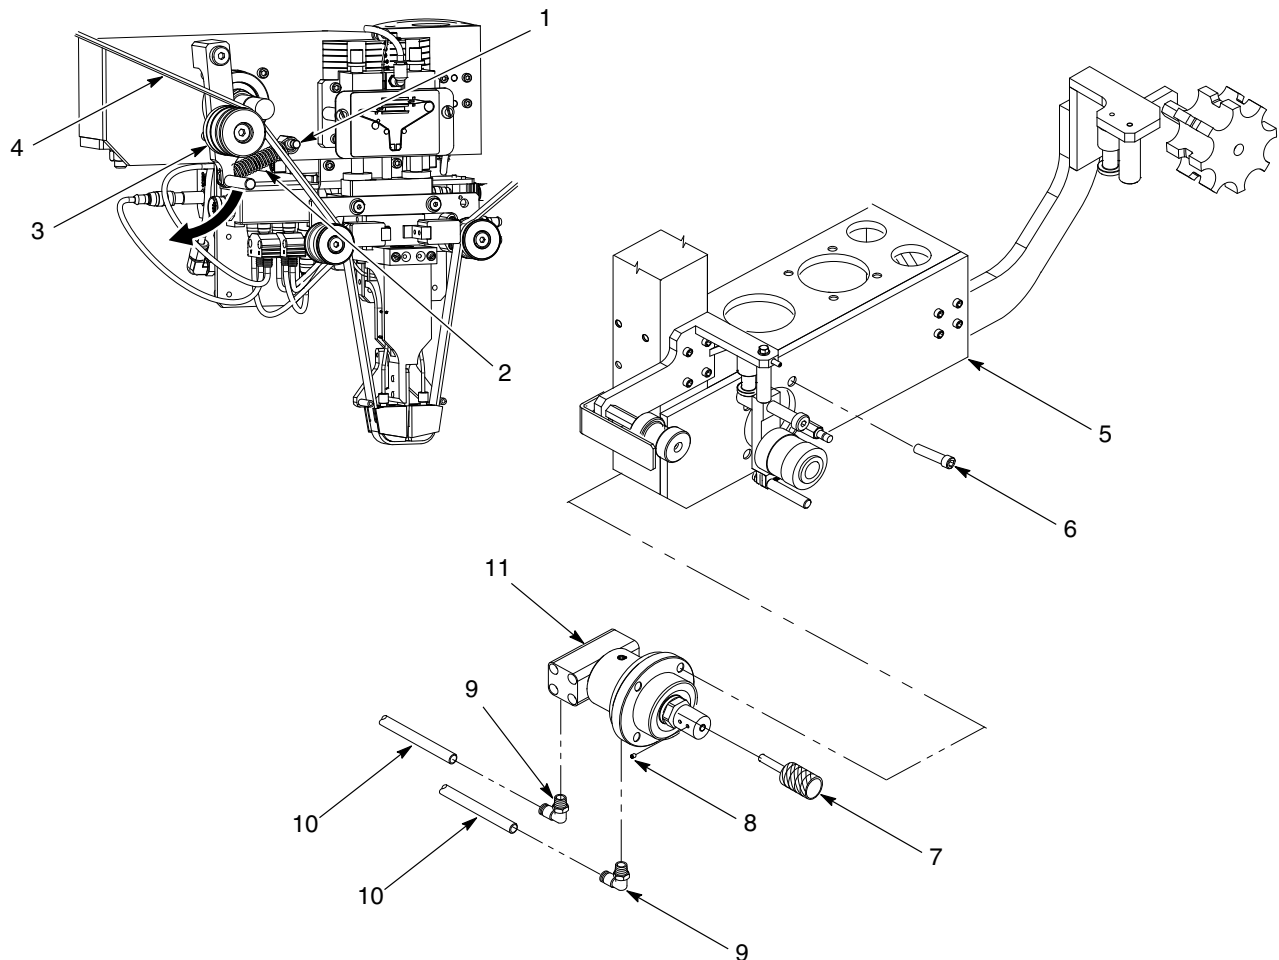

Abb. 5 Zufuhr-Drehaktor ersetzen
2. Siehe Abb. 5. Den Filz (4) von der Spannarmrolle (3) abnehmen.
3. Die Spannarmfeder (2) vom Federhaltestift (1) abnehmen.
4. Die Luftleitungen (10) kennzeichnen und von den Anschlüssen (9) abnehmen. Anschlussverschraubungen abnehmen.
5. Die Schrauben (8) abnehmen, mit denen der Spannarmgreifer (7) am Zufuhr-Drehaktor (11) befestigt ist. Den Greifer abnehmen.
6. Die Schrauben (6) abnehmen, mit denen der Zufuhr-Drehaktor (11) am Rahmen (5) befestigt ist.
1. Siehe Abb. 5. Loctite 242 auf die Gewinde der Schrauben (6) auftragen. Den Zufuhr-Drehaktor mit den Schrauben am Rahmen (5) installieren. Die Schrauben festziehen. Anzugsmoment: $92 \pm 9 \text{ in.-lb}$ ($10,4 \pm 1 \text{ N}\cdot\text{m}$).
2. Die Anschlüsse (9) am Zufuhr-Drehaktor (11) installieren. Anschlüsse gut anziehen. Die Luftleitungen (10) an die Anschlüsse anschließen. Die Kennzeichnungen entfernen.
3. Loctite 242 auf die Gewinde der Einstellschrauben (8) auftragen. Den Spannarmgreifer (7) mit den Einstellschrauben am Zufuhr-Drehaktor (11) befestigen. Die Schrauben mit $14 \pm 2 \text{ in.-lb}$ ($1,5 \pm 0,2 \text{ N}\cdot\text{m}$) anziehen.
4. Die Spannarmfeder (2) am Federhaltestift (1) installieren. Den Filz (4) um die Spannarmrolle (3) installieren.